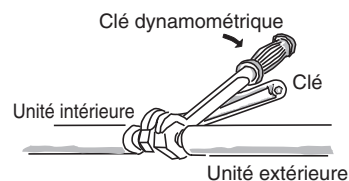

Fig. 5-6
- (2) Pour fixer les écrous évasés, appliquer le couple de serrage spécifié.
- Lors du démontage des écrous évasés des connexions de tube, ou lors de leur serrage après la connexion du tube, toujours utiliser 2 clés à molette ou des clés. (Fig. 5-6) Si les écrous évasés sont trop serrés, l'évasement peut être endommagé, ce qui pourrait entraîner une fuite de réfrigérant et provoquer des blessures ou l'asphyxie des occupants de la pièce.